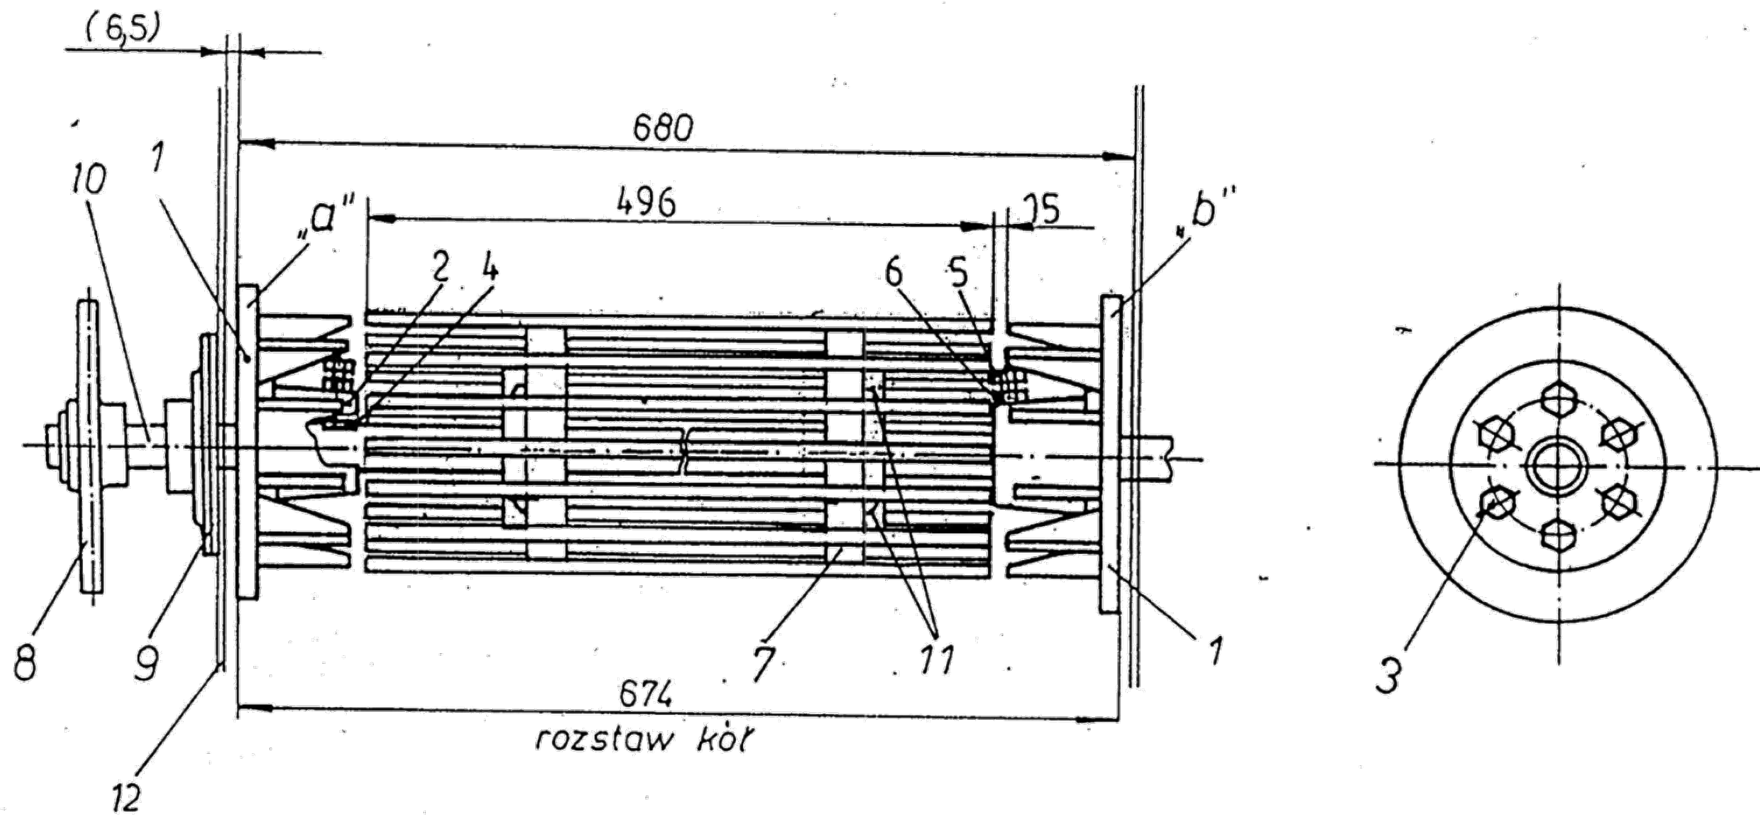

Abb. 32. Austausch und Einstellung der Laufräder
- das Kettenrad 8 (Abb. 32) und das Lager 9 von der Antriebswelle der Siebanlage 10 abnehmen;
- die Schrauben 11 (Abb. 32) lösen;